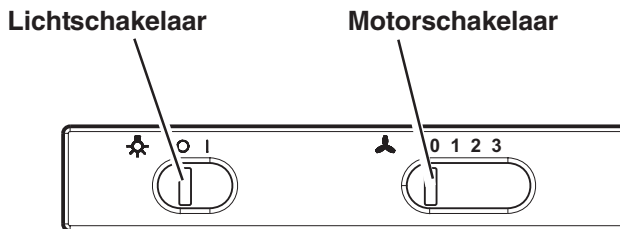

afb. 2
- De lucht wordt door koolfilters gefilterd en weer de keuken in geleid. Afb. 2